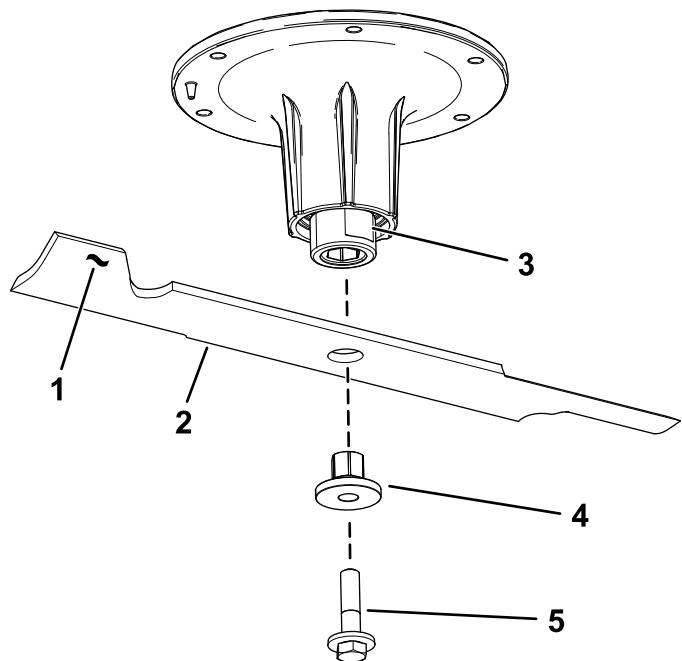

Figure 90
2. Retirez le boulon, la douille et la lame de l'axe de pivot (Figure 90).